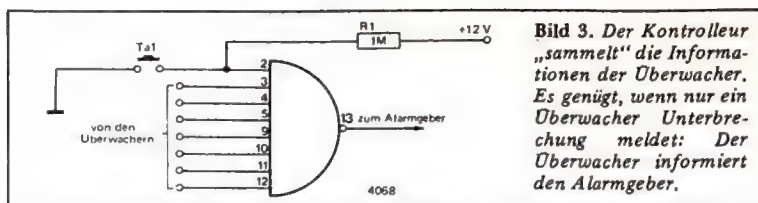

Bild 3. Der Kontrollleur
Dieser Schaltungsteil (Bild 3) ist ebenfalls mit einem C-MOS-IC aufgebaut, dem 8fach-NAND 4068. Die Eingänge dieses ICs liegen an den FF-Ausgängen 3 (4) des Überwachers nach Bild 1 bzw., im Fall des intelligenten Überwachers, an Pin 10. Sind alle acht Eingänge dieses ICs auf H (Normalzustand), so ist der Ausgang L.